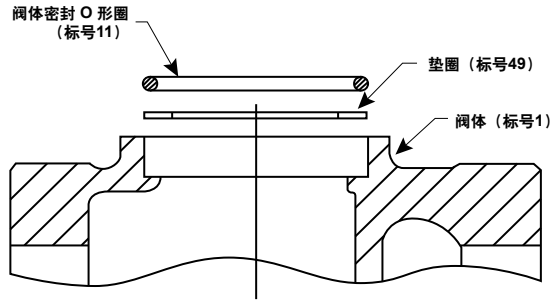

图5. 显示阀体密封O形圈和垫圈位置的阀体扩展图
2. 卸下并检查阀体密封O形圈（标号11）和垫圈（标号49）。请参见图5。
8. 将垫圈（标号49）放入阀体（标号1）。然后将阀体密封O形圈（标号11）放入阀体。请参见图5。